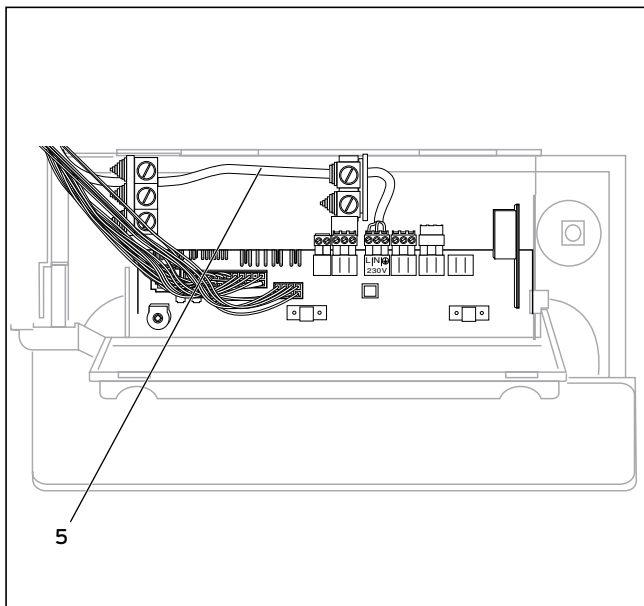

Fig. 4.8 Esempio per il passaggio di cavo
- Inserire infine i cavi di collegamento nel pannello comandi, tagliare i cavi alla lunghezza desiderata ed asportare l'isolamento per quanto necessario (vedi fig. 4.8).
- Inserire infine i cavi di collegamento (5) nel pannello comandi, tagliare i cavi alla lunghezza desiderata ed asportare l'isolamento per quanto necessario (vedi fig. 4.8).